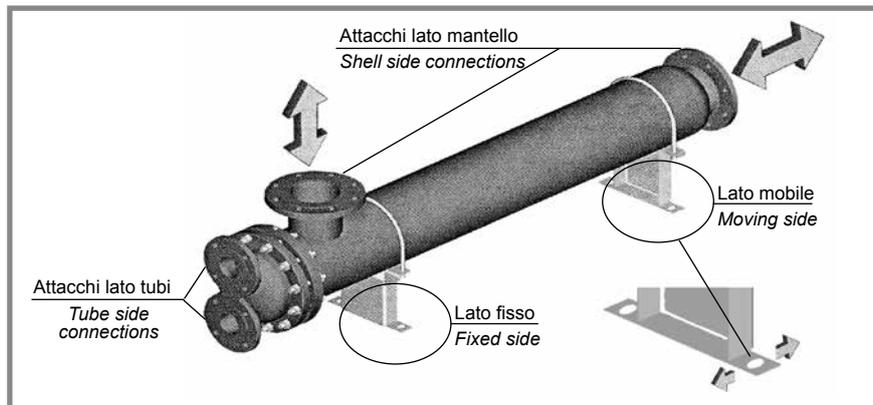

Fig. 1
**2.3** I bulloni delle fondamenta devono essere allentati su un lato dello scambiatore per consentire la libera espansione del mantello. A questo scopo sono da prevedere i fori ovali nella sella di sostegno qualora le selle non siano fornite con lo scambiatore (fig. 1).
Oval holes in foundation brackets are provided for this purpose (fig. 1).